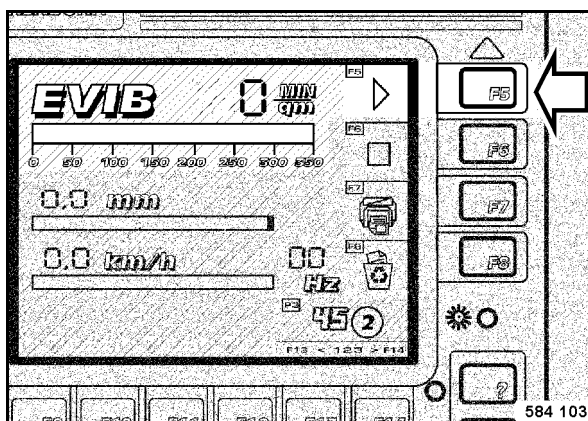

Fig. 71
- El campo de control en la izquierda de F5 (Fig. 71) emite luz verde.